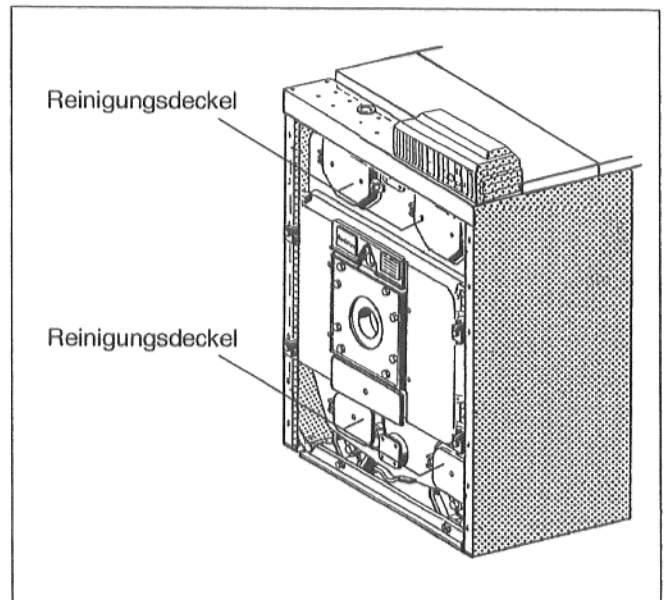

Abb. 59
- Reinigungsdeckel oben und unten am Vorderglied abschrauben (Abb. 59).